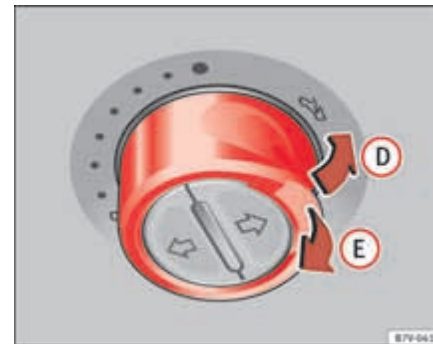

Abb. 59 Im Dachhimmel: Schalter drücken und ziehen zum Ausstellen und Schließen.
⇒ Seite 99, Abb. 59
- *Panorama-Schiebedach*: Innerhalb von etwa 5 Sekunden nach dem Auslösen der Kraftbegrenzung den Schalter hinten so lange ziehen ⇒ Seite 99, Abb. 59 (Pfeil E), bis das Panorama-Schiebedach vollständig geschlossen ist.